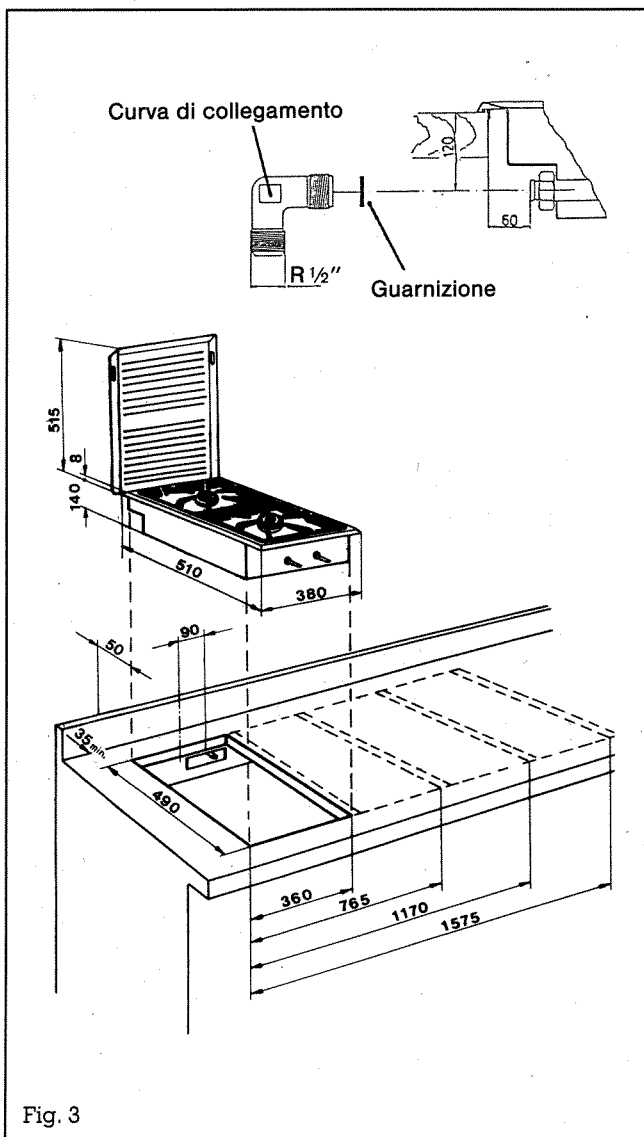

Fig. 3
L'apparecchio deve essere collegato con la curva R 1/2" e le guarnizioni in dotazione (v. fig. 3) per mezzo di una tubazione di allacciamento sicura o un tubo flessibile di sicurezza per gas omologato secondo la norma DIN 3383 parte 1. Dato che la temperatura del pannello di strumentazione non supera 70 K, si può utilizzare, come conduttura di collegamento, anche un condotto di sicurezza per gas in metalloide resistente alla temperatura minima di 70 K.
2. Realizzare l'intaglio nel piano di lavoro seguendo la fig. 3. Se si prevede di montare un piano intermedio, rispettare una distanza di 150 mm tra il bordo superiore del piano di lavoro ed il piano intermedio.